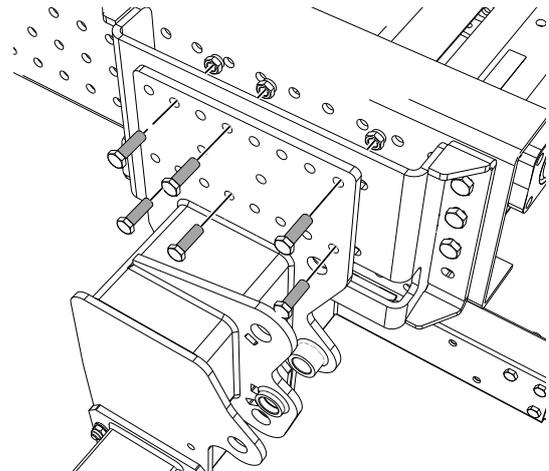

Figura 27. Montar la estructura del elevador como mínimo con 3 tornillos M14x45 10.9 en la hilera de agujeros superior e inferior respectivamente.
8. Ajustar y montar la estructura del elevador contra los soportes del chasis. Montar como mínimo con 3 tornillos M14x45 10.9 en la hilera de agujeros superior e inferior respectivamente. La distancia entre los tornillos exteriores debe ser de 200 mm como mínimo, véase Figura 28. Montar con tuerca en el lado interior del soporte, véase Figura 27. Los agujeros alargados de los soportes del chasis permiten un ajuste fino de la posición del elevador. Si es necesario, hacer un ajuste fino antes de apretar los tornillos.